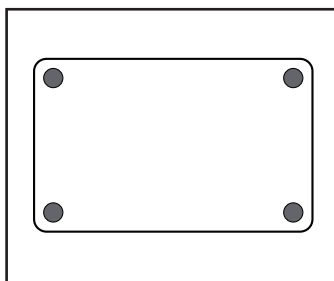

Figura 1
4. Adhiera las 4 almohadillas de fieltro a la base de la unidad para proteger la superficie de la mesa. Retire el papel posterior que protege el adhesivo y aplique una almohadilla a cada esquina de la base de la unidad dependiendo de la posición preferida elegida en el paso 3 (Figura 1).